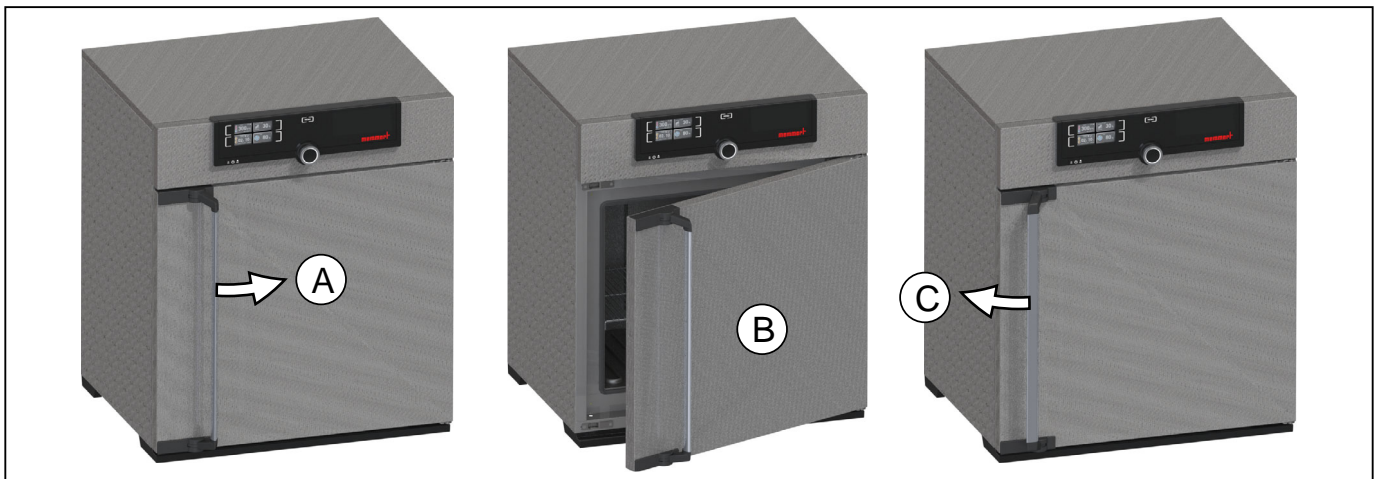

Abb. 10 Tür öffnen und schließen
- ▶ Zum Öffnen der Tür Türgriff zur Seite ziehen (je nach Türvariante links oder rechts, Abb. 10, A). Die Tür springt einen Spalt auf, so dass auf Wunsch bei hoher Temperatur im Innenraum die Hitze mit angelehnter Tür ablüften kann. Die Tür kann dann ganz geöffnet werden (B).
- ▶ Zum Schließen Türgriff zudrücken (C).